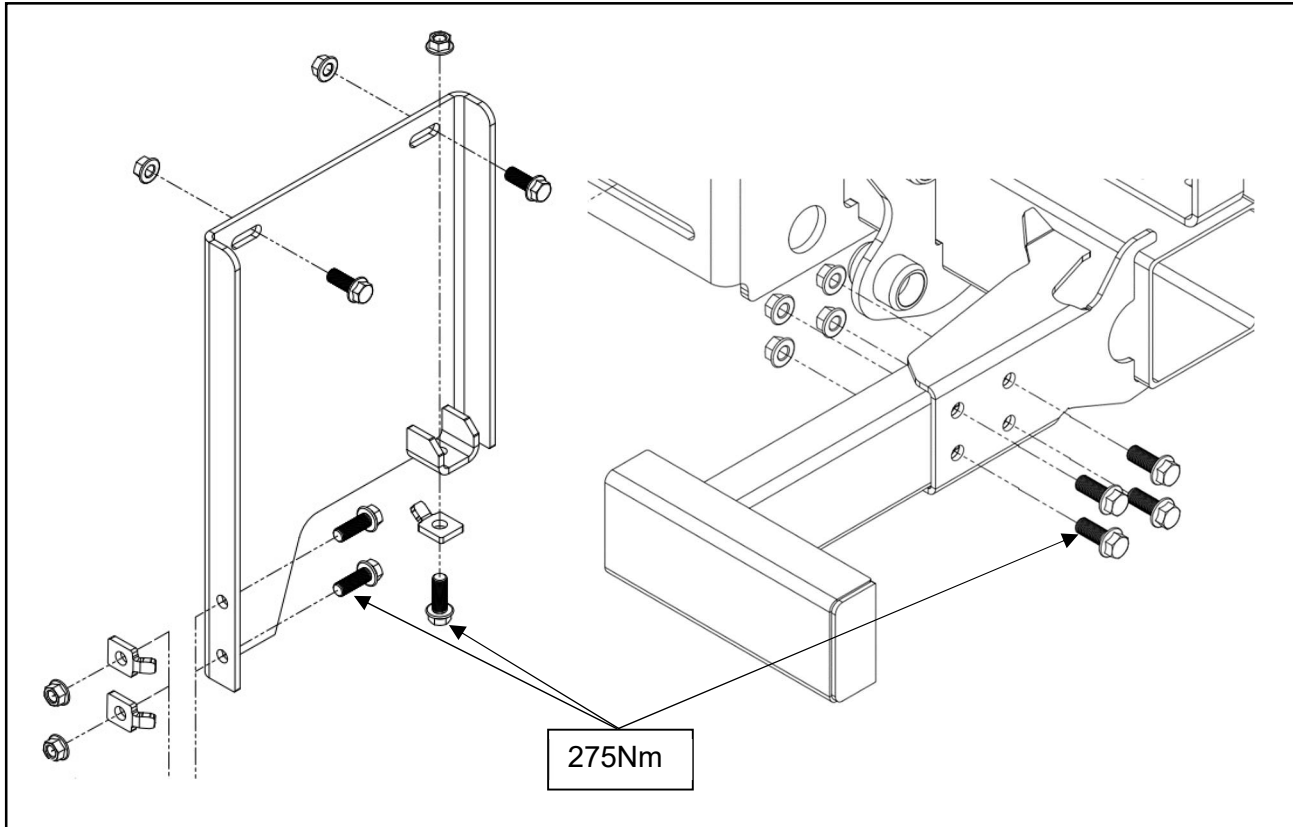

Abbildung 10
Schrauben – M16 10.9 – anziehen mit einem Drehmoment von **275Nm**. Siehe Abschnitt 15 (Seite 46) und Abbildung 10 für die Drehmomentwerte.
13. Befestigungsbohrungen in die Flanschkonsolen bohren, unter Beachtung und Verwendung der am Fahrzeugrahmen vorhandenen Befestigungsbohrungen und Einhaltung der Mindestabstände, wie in Abbildung 10 in dieser Montageanleitung dargestellt.